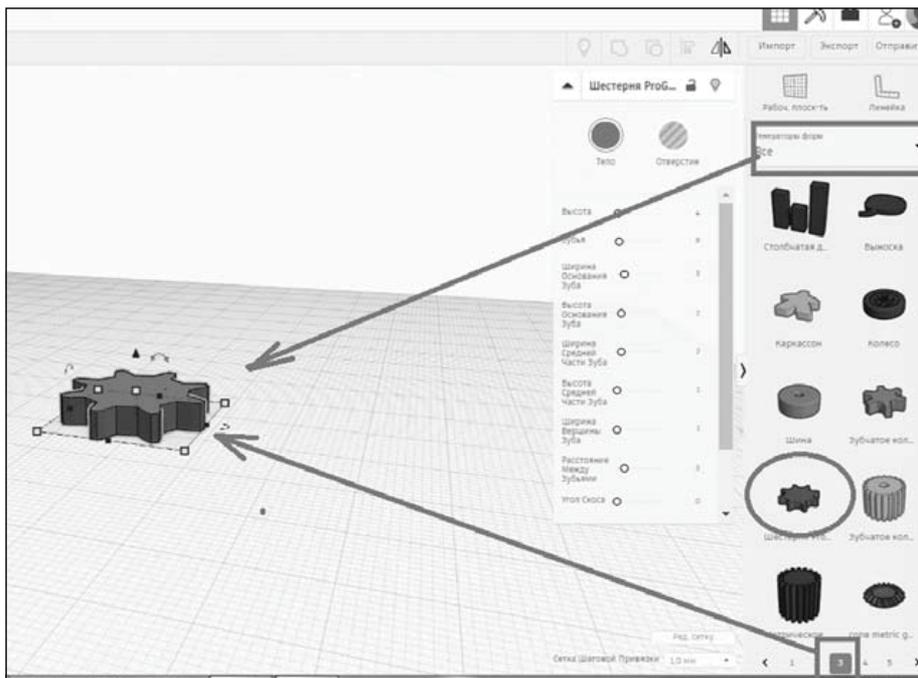

Рис. 50. Местоположение фигуры на панели форм:
2. Выбрать форму **Шестеренка** (красная и синяя — рис. 50).